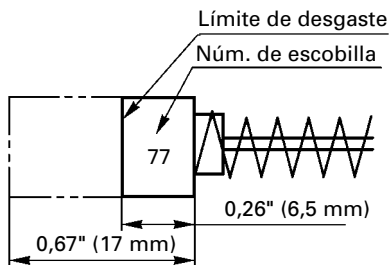

Fig. 21
5. Inspeccionar los escobillas de carb3n (Fig. 21)
NOTA: Utilice las escobillas HITACHI Núm. indicadas en la Fig. 21.